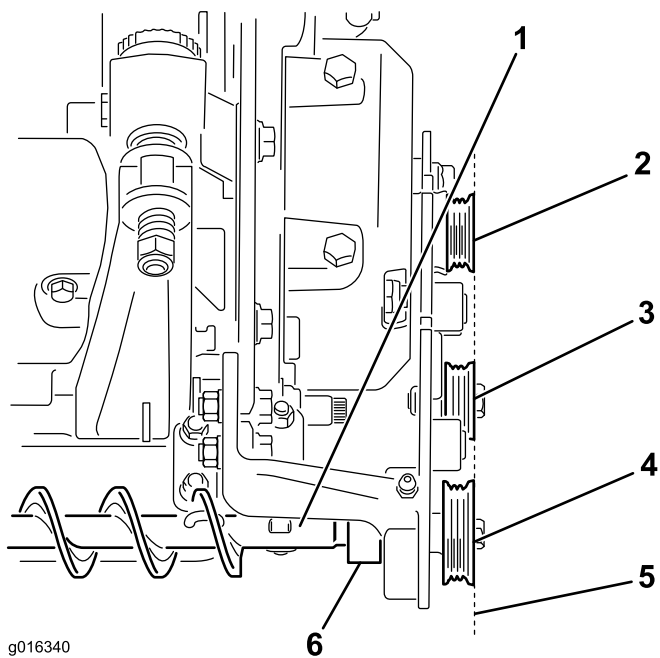

Figure 20
A. Alignez la poulie menée sur les poulies de tension et d'entraînement en déplaçant la brosse d'avant en arrière entre les supports gauche et droit ; voir Figure 20.